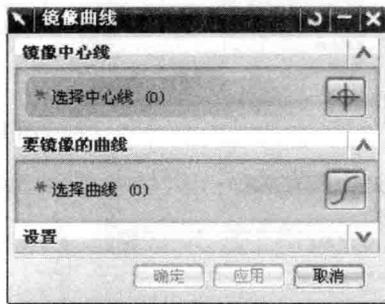

图 1.1.14 “镜像曲线”对话框
(24) 镜像曲线:单击“镜像曲线”命令,打开如图 1.1.14 所示对话框,能够通过现有草图直线创建草图几何图形的镜像副本,并将此镜像直线转化为参考直线。